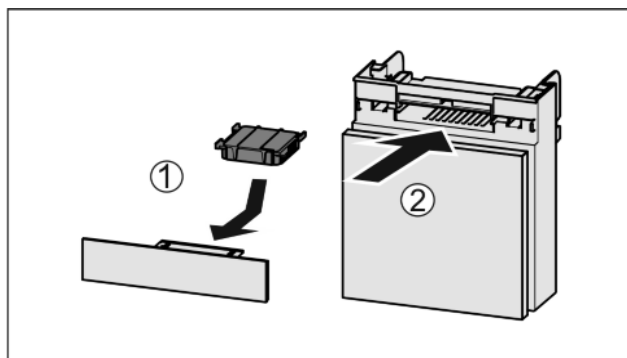

Fig. 37
- ▶ Pange Fig. 37 (1) aktiivsõefilter joonise järgi sisse.
- ▶ Lükake Fig. 37 (2) laegas sisse.